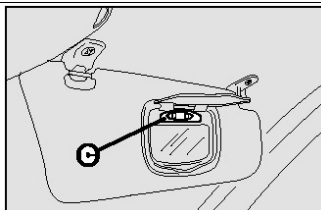

рис.47
□ Для замены лампы **С** - **рис.47**, извлеките ее из пружинных контактов; убедитесь, что новая лампа надежно зафиксировалась в контактах;